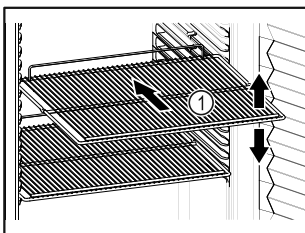

Fig. 60 Atvaizdo pavyzdys
- ❑ Jei pastatymo groteles Fig. 60 (1) galima perkelti, pritaikykite atsižvelgdami į aukštį.